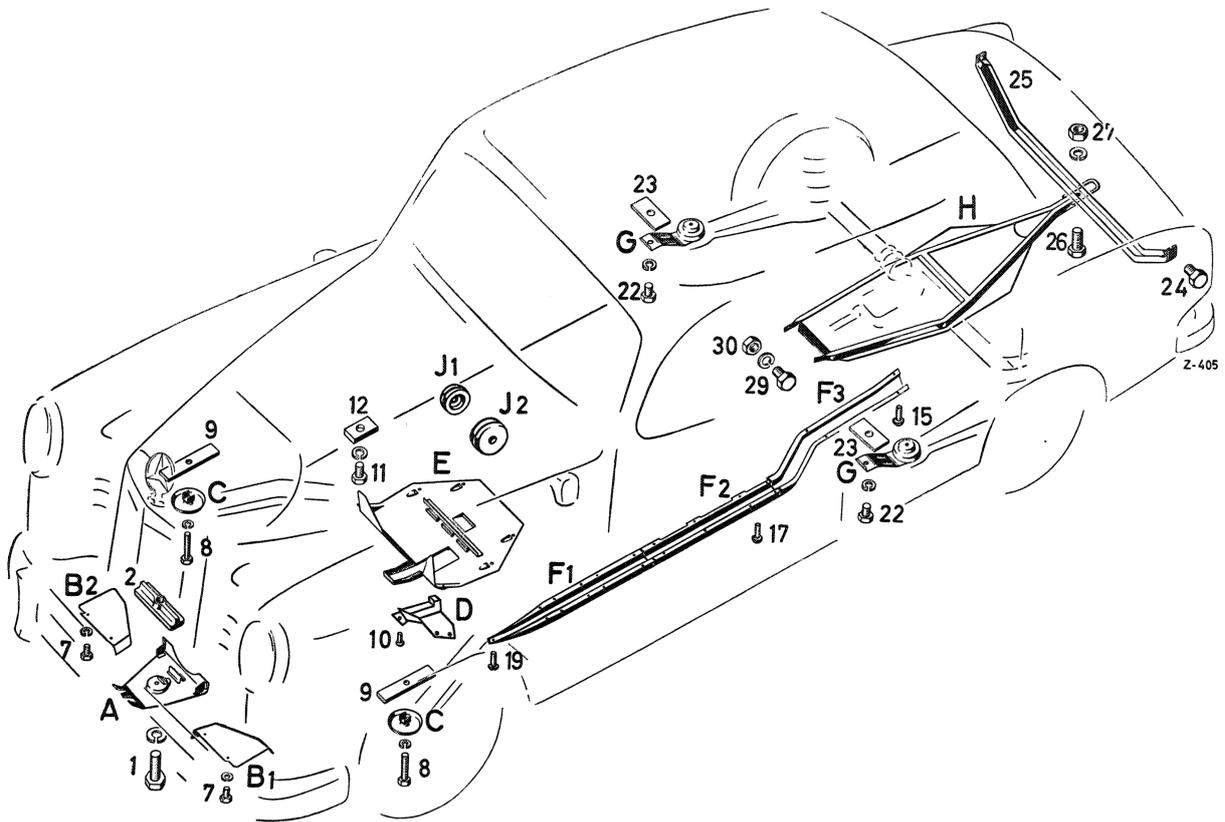

Bild 52 — 1/1
- Das Gleitschutzblech (A) an den Vorderachsträger anhalten und auf richtige Paßform prüfen, falls nötig, nachrichten (siehe Bild 52 — 1/2).
**Anm.:** Neuerdings wird ein verlängertes Gleitschutzblech nach Teil-Nr. 121 330 03 83 verwendet, das die Ölwanne auf der ganzen Länge schützt. Dieses Gleitschutzblech ist im Bild 52 — 1/2 gestrichelt eingezeichnet.
- Die Sechskantschraube (1) M 10 × 25 mit Federring von unten durch die Bohrung im Gleitschutzblech (A) stecken (siehe Bild 52 — 1/1) und die Befestigungslasche (2) von der anderen Seite etwa 3 Gewindengänge auf die Sechskantschraube (1) aufschrauben.